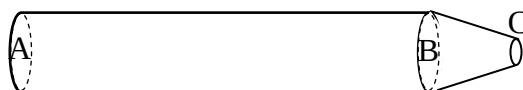

Figure 2
- Pour diminuer le débit, on place en B une pièce tronconique qui diminue la section de l'orifice (figure 2). La section en C a alors un diamètre $d = 4$ mm.